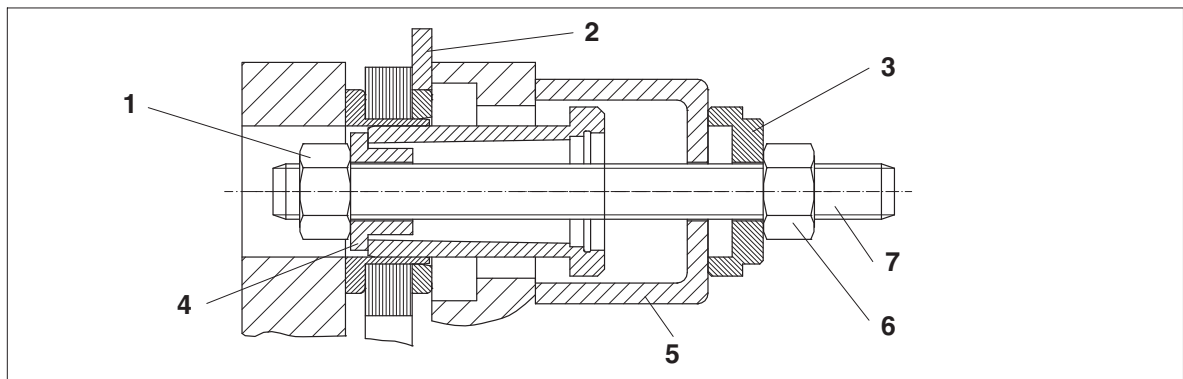
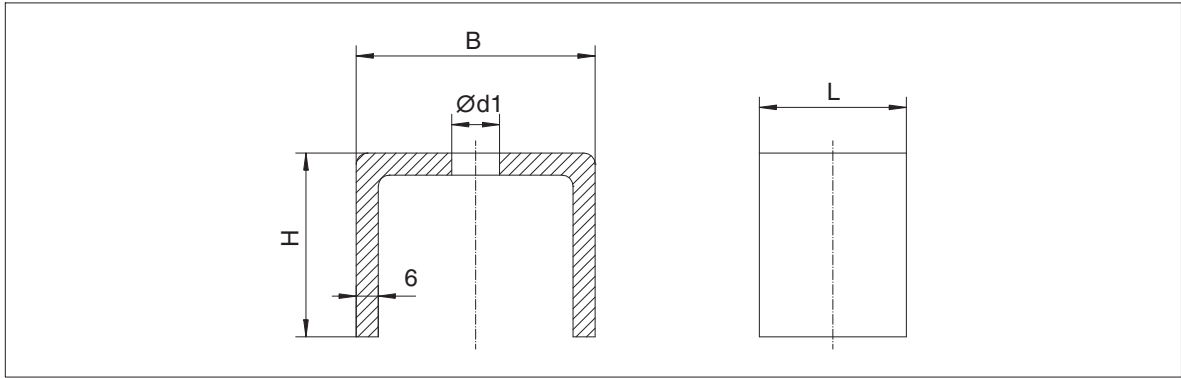
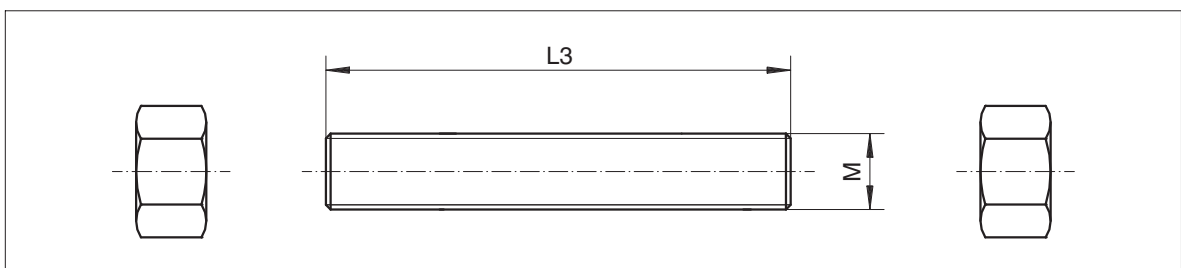

Bild 9: Demontage Kegelhülse
Bild 10: Abziehprofil (6 mm U-Stahl)
Bild 13: Gewindestange und Muttern
Die Kegelhülse aus dem ARPEX-Flansch und dem Lamellenpaket herausziehen. Hierzu die in Bild 10 bis Bild 13 dargestellten Hilfsmittel (Abziehprofil, Demontagescheibe, Halbscheibe, Gewindestange und Muttern) sowie U-Scheibe verwenden (siehe Bild 9).
- 1 x Gewindestange (Bild 13)
- 2 x Mutter DIN EN 24032 (Bild 13)
- 1 x Abziehprofil (Bild 10)